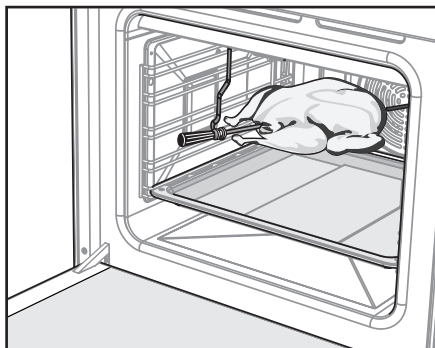

Рис. 8
- Насадите на штык кусок мяса или тушку птицы и закрепите вилками посредством крепежных винтов. Закрепленный на штыке кусок мяса должен находиться точно под грилем (рис.8).